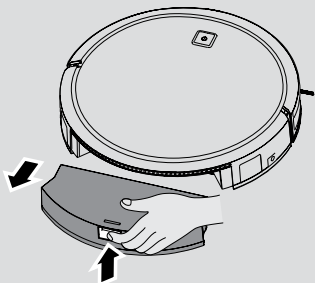

Fig. 17
1. Tryk på udløserknappen og træk den ud. [Fig. 17]
4. Genmonter støvbeholderen på robot. [Fig. 17]
2. Tryk på støvbeholderens udløsningsknap, og fjern støvbeholderen fra Robot. [Fig. 17]